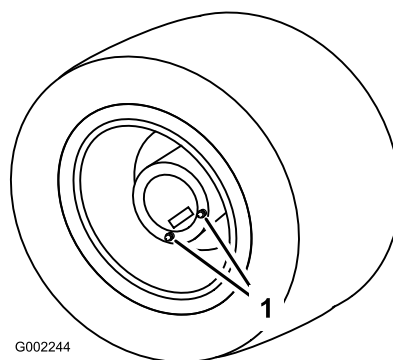

Figure 46
1. Placez le pulvérisateur sur une surface plane et horizontale et positionnez les roues arrière pour la vidange, comme illustré (Figure 46).
3. Placez un bac de vidange sous les bouchons de vidange et retirez les bouchons de la roue (Figure 46).